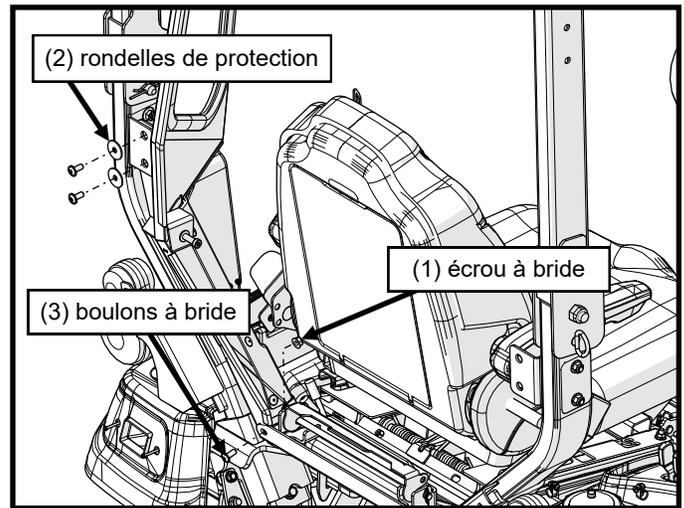

Figure 25 : Installation du pied arrière
25. Positionnez le pied arrière gauche tel qu'illustré à la figure 25, en prenant soin d'assurer que le plastique s'insère correctement entre le cadre ROPS et la boîte de rangement. Le bas du pied arrière se trouve devant le support de panneau arrière inférieur. Commencez l'installation du matériel à la main pour vous assurer que les douilles taraudées ne sont pas contre-filetées.